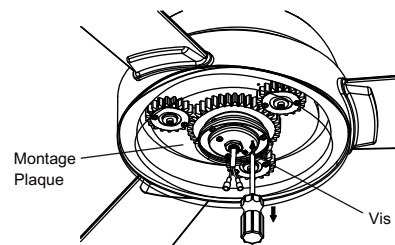

Fig. 23
**Étape 1.** Retirez la vis marquée d'une étiquette à points qui s'est préinstallée sur la plaque de montage et conservez-la pour une utilisation ultérieure. Desserrer les deux autres (ne pas enlever). (Fig. 23)